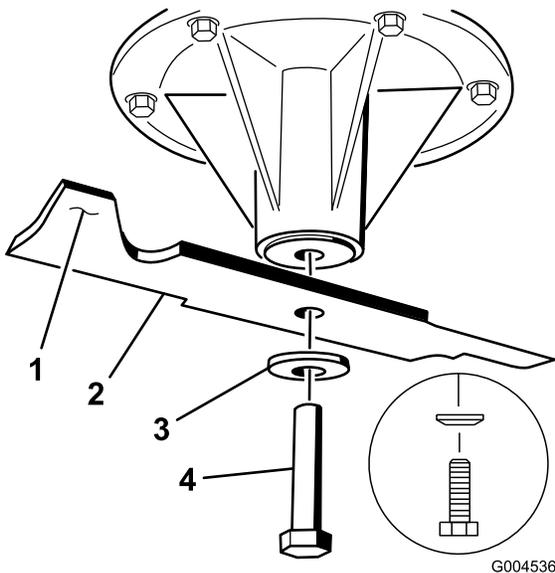

図 79
2. スピンドルのシャフトからブレード・ボルト、湾曲ワッシャ、ブレードを取り外す（図 79）。
ればバランスがとれているからそのまま使用してよい。もし傾くようなら、重い方の裏面を少し削って調整する（図 79）。バランスがとれるまで調整する。